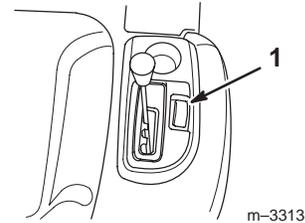

Bild 18
Der Tempomat wird über einen Schalter (Bild 18) am rechten Kotflügel gesteuert und regelt eine festgelegte Fahrgeschwindigkeit, ohne dass Sie Ihren Fuß auf dem Fahrpedal halten müssen. Der Tempomat wirkt nur bei Vorwärtsgängen.
2. Schieben Sie, während Sie den Fuß mit gleichbleibendem Druck auf das Fahrpedal drücken, den Tempomatschalter (Bild 18) auf Aktiviert.
- Bewegen Sie, während Sie den Fuß mit gleichbleibendem Druck auf das Fahrpedal drücken, den Tempomatschalter (Bild 18) auf AUS.